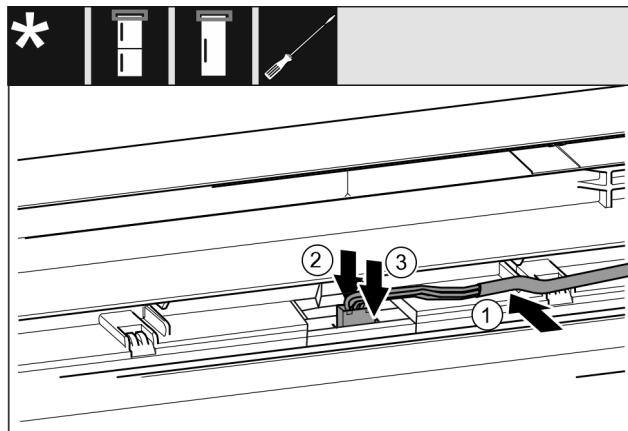

Fig. 44
- ▶ Вставте сірий кабель в направляючу в верхніх дверцях. Fig. 44 (1)
- ▶ Притисніть фіксувальний виступ назад. Fig. 44 (2)
- ▶ Зафіксуйте штекер. Fig. 44 (3)